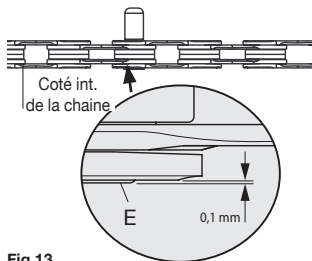

Fig.13
Afin de ne pas abîmer irréparablement la chaîne, **NE VISSEZ PAS** l'outil au-delà de la butée. Laissez la bague ULTRA-LINK 5-CN-SR700 (E) dépasser de 0,1 mm sur le côté interne du maillon (**Fig. 13**).